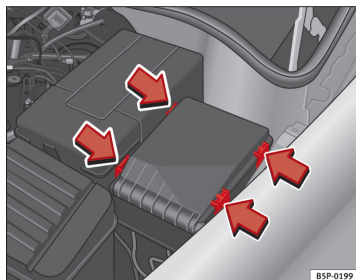

Fig. 161 Afdækning til sikringer i motorrummet
- Frigør afdækningen til sikringerne i motorrummet ved hjælp af taperne, der skal trykkes mod afdækningens midte ⇒ Fig. 161.